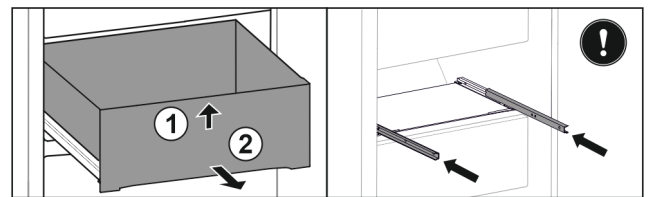

Fig. 145
- ▶ Schubfach vorne anheben. Fig. 145 (1)
- ▶ Schubfach nach vorne entnehmen. Fig. 145 (2)